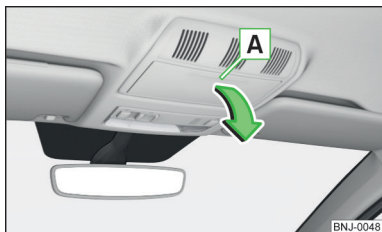

Рис. 76
- **Відкривання:** натисніть на край відділення для окулярів у зоні **A**. Відділення відкриється в напрямку стрілки » Рис. 76.